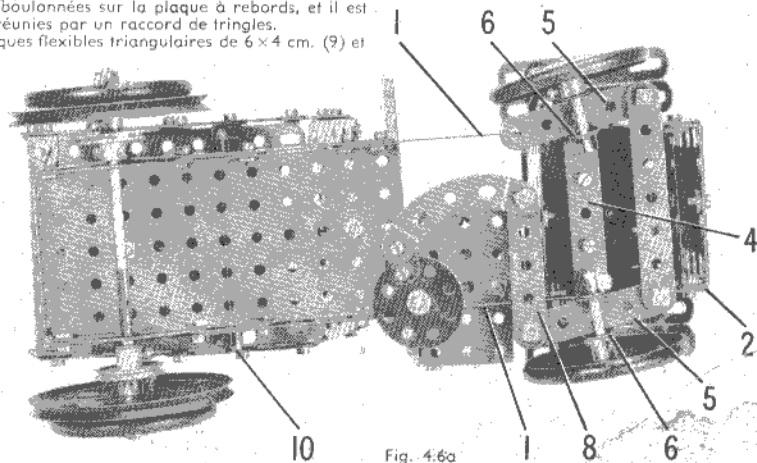

Fig. 4.6a
Une bande de 7 trous (4) (Fig. 4.6a) est boulonnée sur une bande coudée de 60 x 12 mm., fixée sur les bandes (1). Les bandes de 5 trous (5) passées dans les supports doubles (6) sont libres de pivoter sur des boulons de 9,5 mm., articulés sur la bande (4) par contre-écrou. Les bandes (5) sont réunies l'une à l'autre par une bande de 7 trous tenue par des boulons munis de contre-écrous. Deux roues d'auto sont bloquées sur des tringles de 4 cm. qui passent dans les supports doubles (6).